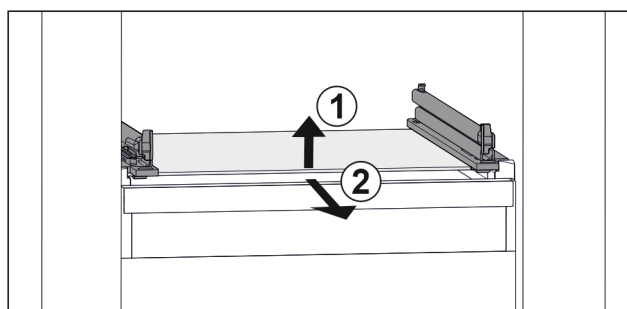

Fig. 123 Eksempel på fremstilling av glassplaten
- ▶ Løft opp glassplaten foran. Fig. 123 (1)
- ▶ Ta ut glassplaten fremover. Fig. 123 (2)